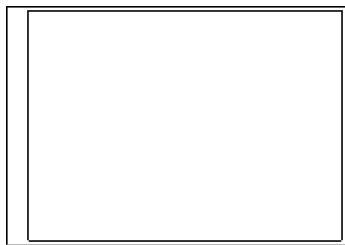

图 10-40 完成图框
- (6) 按照步骤 (5) 的方法分别输入下面 3 个点的相对坐标：第 3 点 (0, 287)，第 4 点 (-390, 0)，第 5 点 (0, -297)。
- (7) 完成后在图形区单击鼠标中键，退出坐标输入窗口，再次单击鼠标中键结束画线命令，完成图框绘制，如图 10-40 所示。
- (8) 在工具选项卡区，切换至【表】选项卡。
- (9) 单击【表】选项组中的【表来自文件】按钮，弹出【打开】对话框，
(10) 弹出【获得点】菜单，在其中选取【顶点】选项，在图形区选择图框的右下角顶点，如图10-40所示，导入表后如图10-41所示。